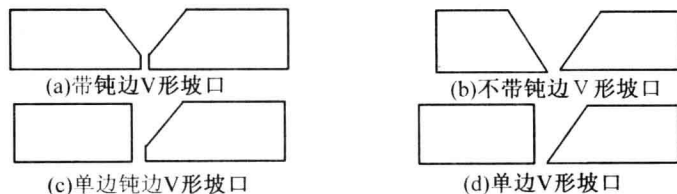

图1-4 V形坡口
a. V形坡口。钢板厚度 $>7\text{ mm}$ 时, 一般采用V形坡口。V形坡口的形式有: 不带钝边的V形坡口、带钝边的V形坡口、单边钝边V形坡口、单边V形坡口4种(如图1-4所示)。